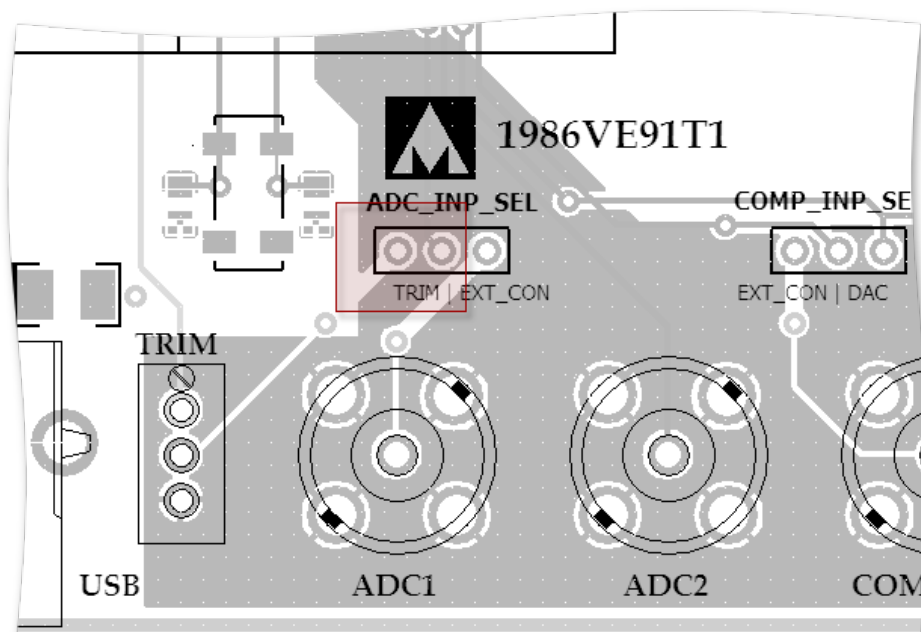

Рисунок 5.3 – Блок аналогового входа
9. Поставить переключку ADC_INP_SEL в положение TRIM для подключения переменного сопротивления в качестве источника сигнала для АЦП (рисунок 5.3).